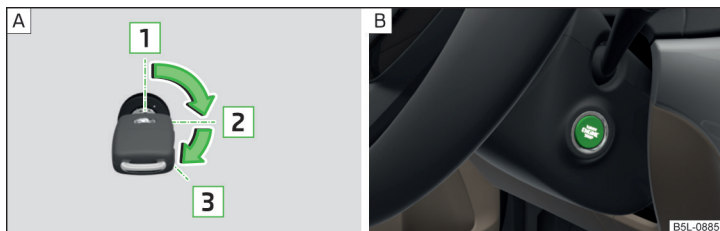

Fig. 121 Positions de la clé du véhicule dans le contacteur d'allumage / bouton de démarrage
Positions de la clé du véhicule dans le contacteur d'allumage » fig. 121 - **A**
- Appuyez sur le bouton » fig. 121 - **B**, le contact est mis/coupé.
- Sur les véhicules avec **contacteur d'allumage**, tournez la clé dans la position **3** » fig. 121 à la page 105 - **A**, le processus de démarrage est enclenché. Relâchez ensuite la clé, le moteur démarre automatiquement.
- Sur les véhicules avec **bouton de démarrage**, enfoncez brièvement le bouton » fig. 121 à la page 105 - **B**, le moteur démarre automatiquement.
- Sur les véhicules avec **contacteur d'allumage**, tournez la clé dans la position **1** » fig. 121 à la page 105 - **A**.
- Sur les véhicules avec **bouton de démarrage**, enfoncez le bouton » fig. 121 à la page 105 - **B**, le moteur et le contact sont coupés simultanément.
➤ Maintenez le bouton enfoncé » fig. 121 à la page 105 -  ou appuyez à deux reprises dans un délai d'1 seconde.